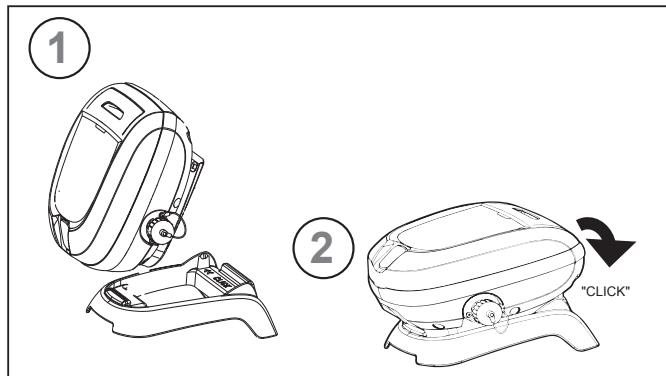

Figure 1. Conecte la base de la unidad de control
- **EE. UU.:** Según los requisitos de NEC®, mantenga la unidad de control por lo menos a (5) pies (1.5 m) del borde de la piscina. **CANADÁ:** Según los requisitos de CEC, mantenga la unidad de control por lo menos a tres (3) m (10 pies) del borde de la piscina.
1. Asiente la unidad de control firmemente en la base de la unidad de control (Figure 1).